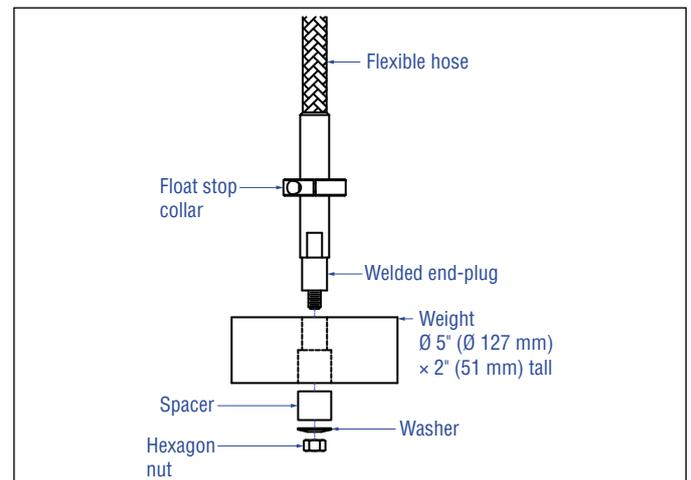
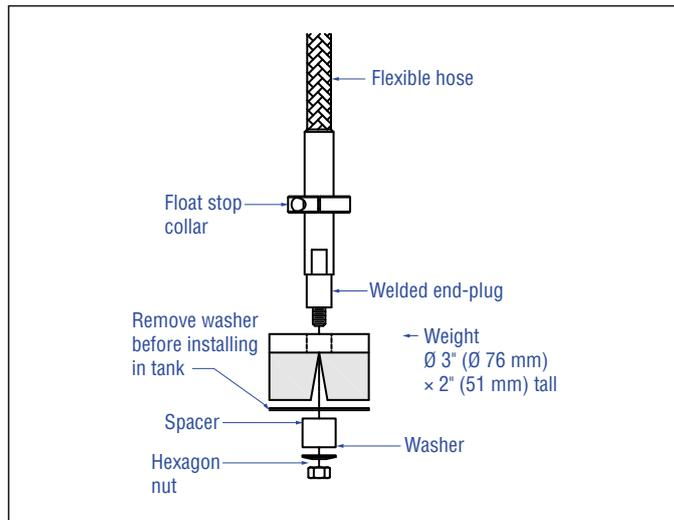
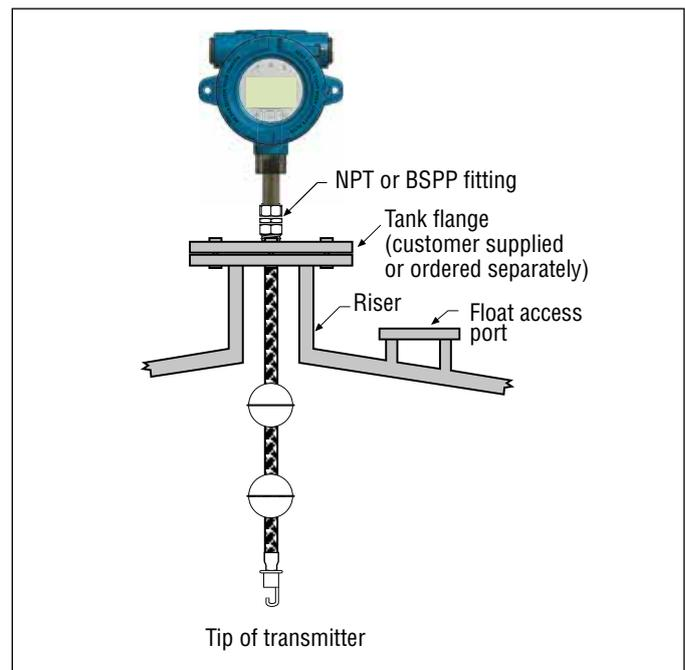

図8：底部固定重り
図 9：底部固定マグネット
図 11：ネジ付きフランジによるフレキシブルパイプの取り付け
5. 図8、図11、および図9. に示すように、付属のナット、スペーサー、ワッシャーを使用して、パイプのエンドプラグ溶接部分 (パイプ底部の硬質部分) にフック、重り、またはマグネットを取り付けてしっかりと締め付けます。マグネットを使用する場合は、ワッシャーを取り外してからタンクに取り付けます。
適切なねじによる接合が可能であれば、Tank Slayer®トランスミッターは大半の用途でNPTまたはBSPPねじ継手を使用してタンクやフランジに直接取り付けることができます。フランジを取り外した際にフロートがフランジ開口部をきちんと通らない場合は、容器の内側からトランスミッターにフロートを取り付けるための何らかの代替手段が必要です。この場合は図11に示すように、トランスミッターの挿入箇所付近にアクセスポートが必要となる場合があります。